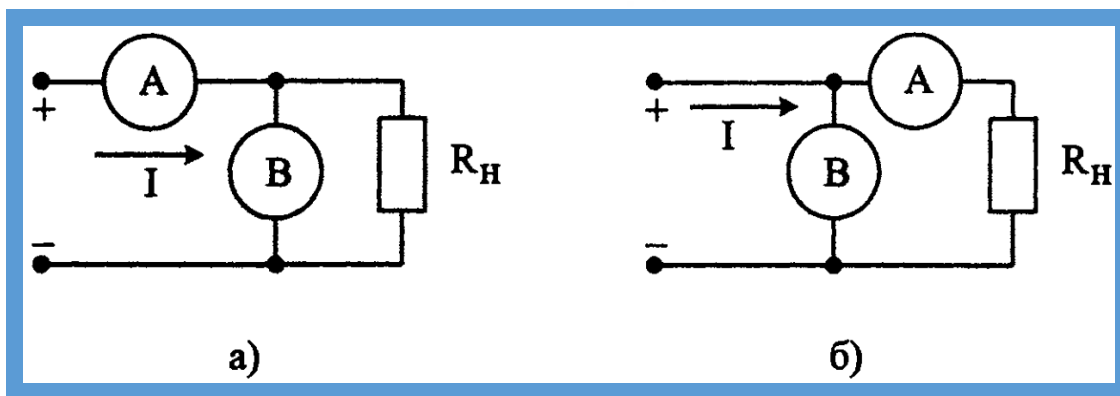

Рис. 1 Различные схемы включения амперметра и вольтметра при измерении мощности постоянного тока
При косвенных измерениях электрической мощности возможны две схемы включения приборов (рис. 1а и 1б). В обоих случаях на результатах измерений сказывается методическая погрешность, обусловленная влиянием внутреннего сопротивления вольтметра и/или амперметра. В схеме, представленной на рис. 1а, амперметр измеряет не ток нагрузки, а сумму токов нагрузки и вольтметра, в схеме, представленной на рис. 1б, - показания вольтметра определяются не падением напряжения на нагрузке, а суммой падений напряжения на нагрузке и амперметре.
При выполнении косвенных измерений мощности в соответствии с описанной выше процедурой абсолютная методическая погрешность измерений в случае, изображенном на рис. 1а, вычисляется по формуле:
4. Рассчитайте значение сопротивления  $R$ , при котором ток в цепи (рис. 1) составит не более 3 А, при напряжении на выходе УИП не более 15 В (при расчете учтите внутреннее сопротивление вольтамперметра и УИП).